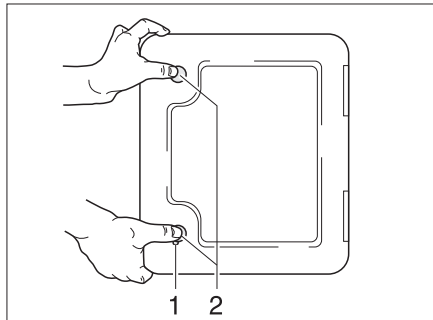

Bild 156 Klappe für die Toiletten-Kassette
- Die Klappe für die Kassette außen am Fahrzeug öffnen. Dazu den Schlüssel in den Schließzylinder des Druckschlösses (Bild 156,1) stecken und eine viertel Umdrehung drehen.
- Beide Druckschlösser (Bild 156,2) gleichzeitig mit dem Daumen drücken und die Klappe für die Kassette öffnen.